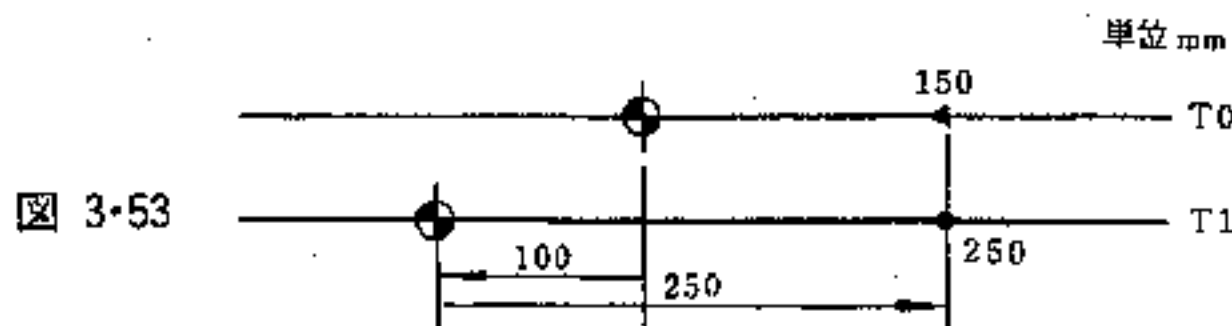

図 3.53
- (例) いま T_1 座標系のシフト量レジスタの内容 (S_1) が100としたときの座標 T_0 と T_1 の関係は 図3.53 のようになります。